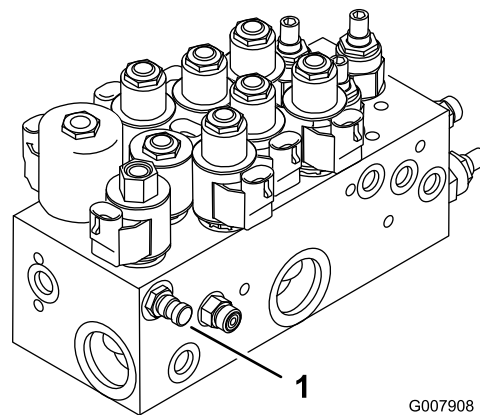
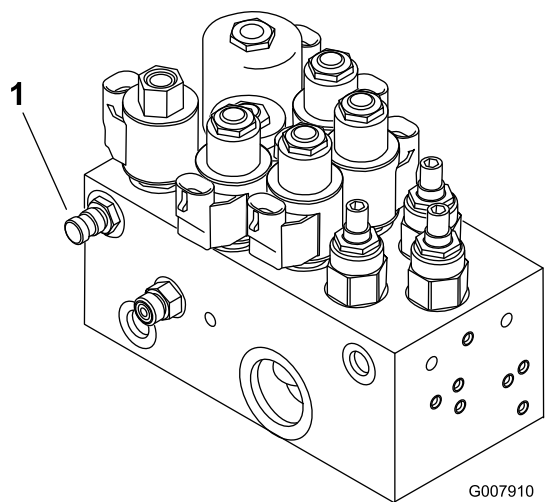

Figura 78
Figura 79
1. Il foro diagnostico A (Figura 78 e Figura 79) agevola la diagnostica del circuito idraulico degli elementi di taglio posteriori.